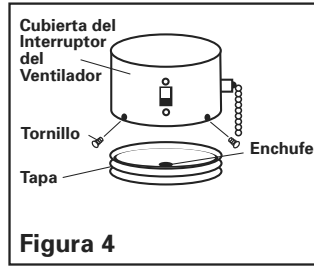

Figura 4
1. Quite del ventilador la tapa del alojamiento del interruptor destornillando los tornillos de montaje inferiores (figura 1) o los tornillos de montaje laterales (figura 4).
2. Destornillando o empujándolo hacia afuera, saque el enchufe (figura 4) del centro de esta cubierta. Puede descartar el enchufe.